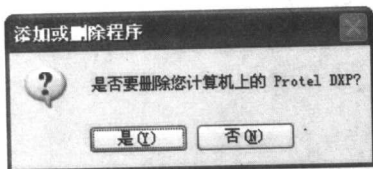
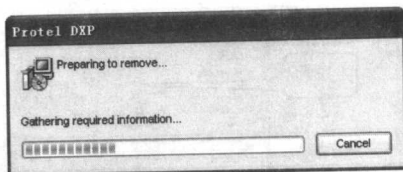

图 1-12 Protel DXP 删除确认
图 1-13 Protel DXP 删除进度
■步骤 2: 单击“删除”按钮, 操作系统会弹出确认删除对话框, 用于确认是否要删除 Protel DXP 应用程序, 如图 1-12 所示。单击“是(Y)”按钮, 即会出现删除进度对话框, 如图 1-13 所示。